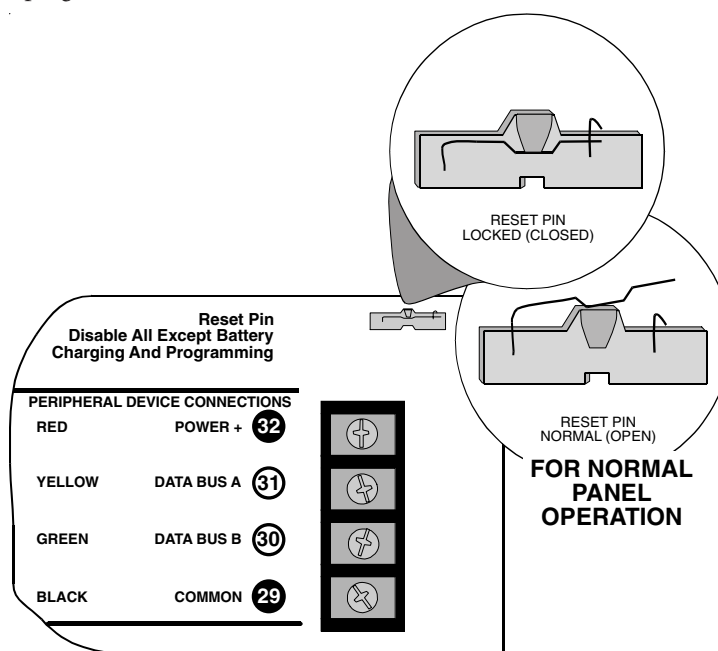

Figure 19: Reset Pin
1. **Lock Reset Pin:** See Figure 19.